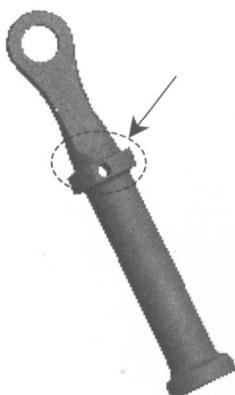
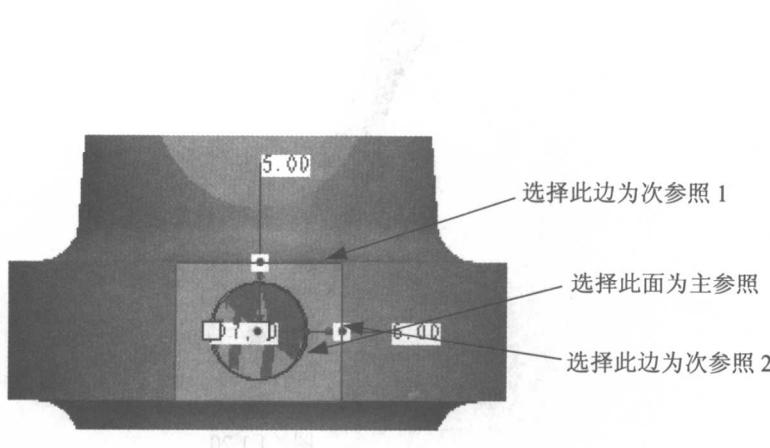

图 1.1.22
图 1.1.23
Step14. 添加孔特征。添加如图 1.1.22 所示的孔特征，相关操作如下。
(1) 选择 $\text{插入} \rightarrow \text{孔} \dots$ 命令，或直接单击 \square 命令图标。
(2) 选取孔的类型：选取直孔类型。
(3) 定义孔的放置：主参照选取如图 1.1.23 所示的平面；放置类型为“线性”；次参照 1、次参照 2 如图 1.1.23 所示，偏移分别为 5 和 6。
(4) 定义孔的直径尺寸：在直径后的文本框中键入直径值 7。